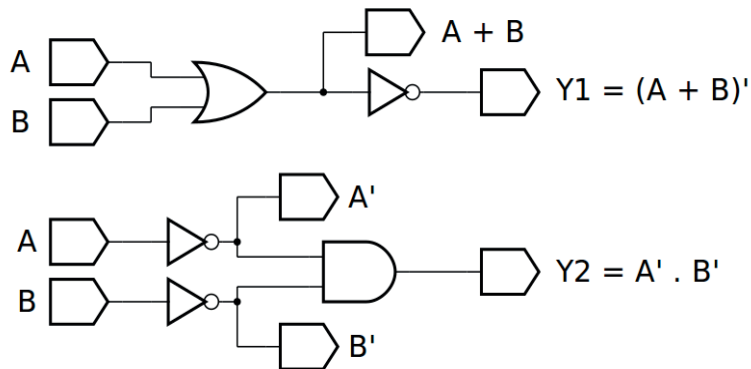
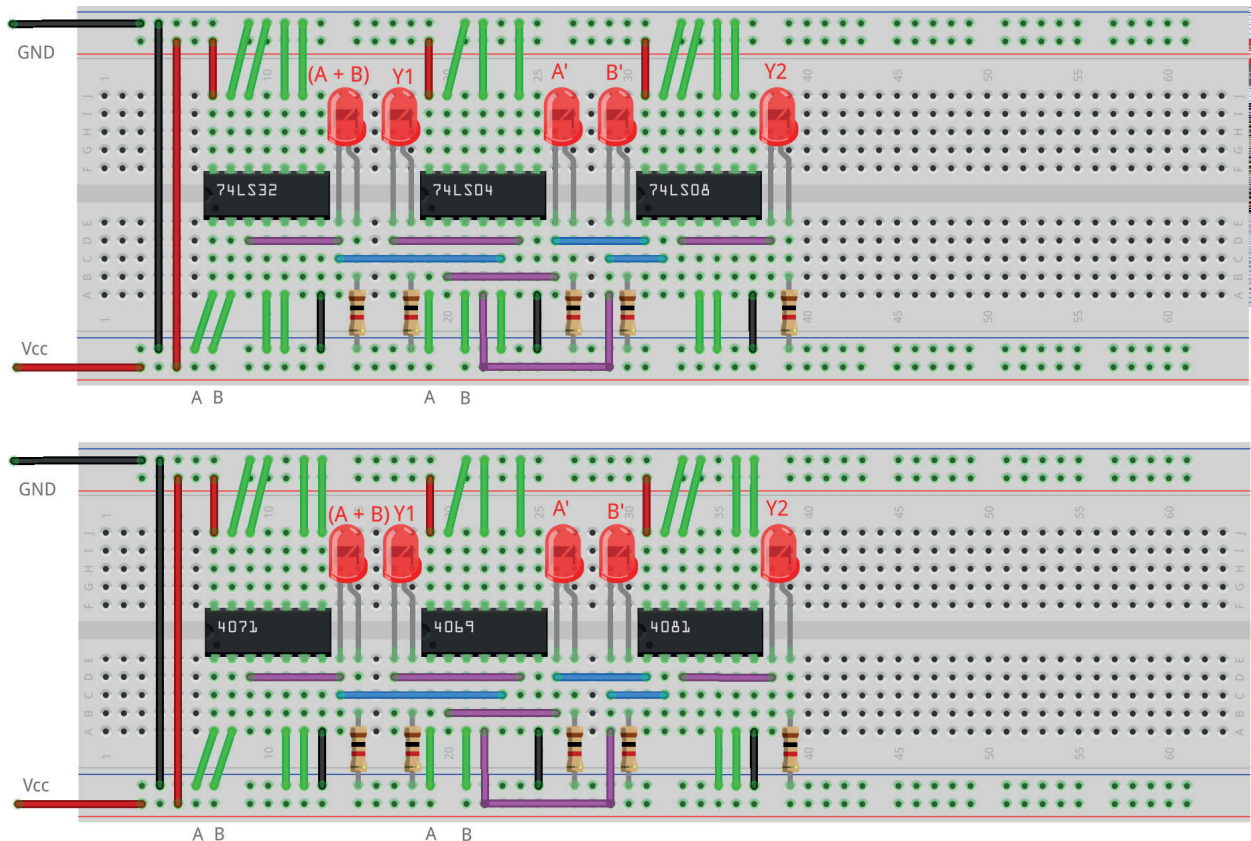

Figura 4.52 – Diagrama esquemático.
Figura 4.54 – Placa de montagem com componentes.
1. Monte o circuito da figura 4.52, conforme mostrado na figura 4.54, na placa de montagem.
- Simule o circuito da figura 4.52 em um software de simulação para computador (SmartSim, Atanua ou Qucs) e compare com a tabela 4.18.